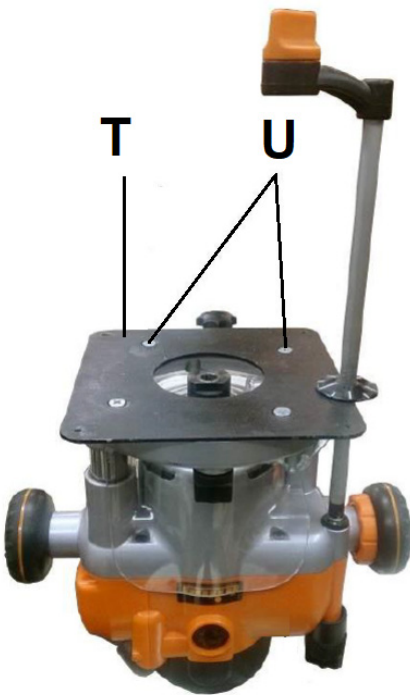
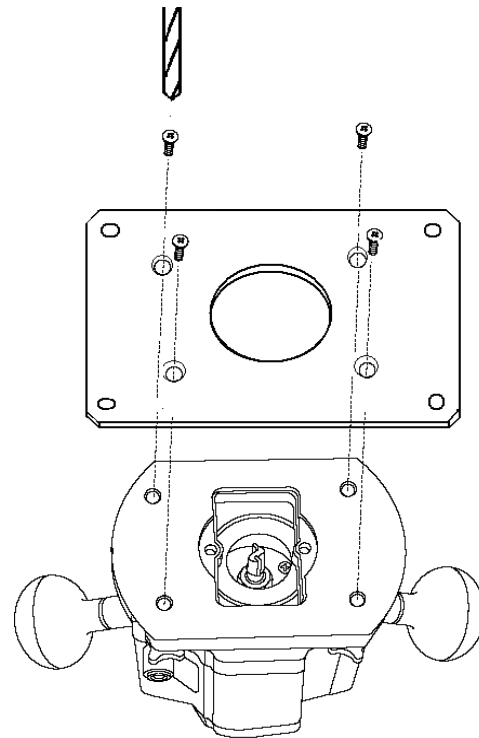

Fig 5
Fig 6
Montage der Oberfräse am Tisch (Fig 5, Fig 6):
Befestigen Sie die Oberfräse mit den gelieferten Schrauben (U) auf der Montageplatte (T, Fig 5).
Eventuell müssen Montagelöcher entsprechend des Bohrbildes der Oberfräse gebohrt werden (Fig 6).